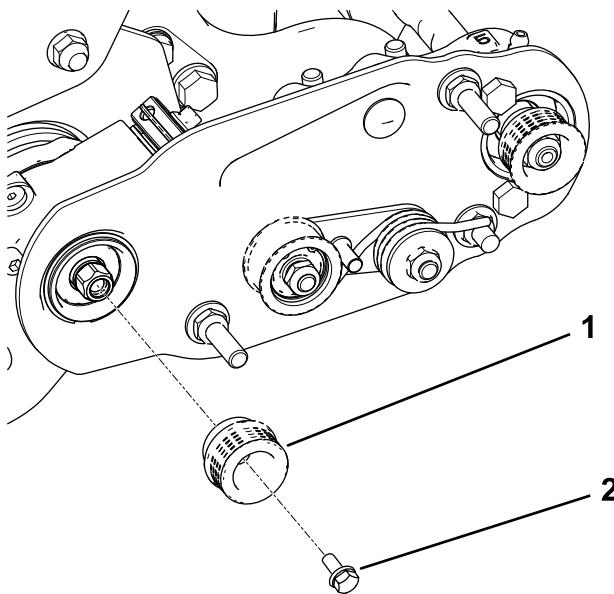

Bild 13
- Montieren Sie die Antriebsscheibe an der Groomerwelle (Bild 13).
- Schmieren Sie die Bundkopfschraube mit 242-Loctite (blau) ein und befestigen Sie die Riemscheibe mit der Schraube an der Antriebswelle, siehe Bild 13.